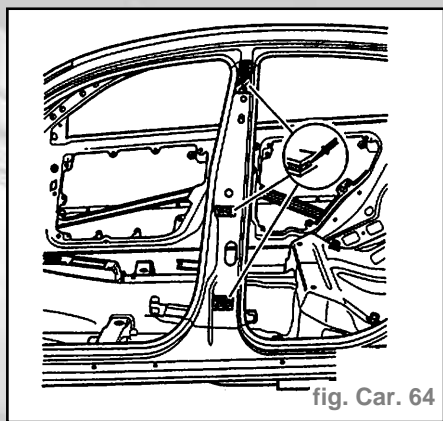

fig. Car. 64
- Appliquer de la colle avant de procéder au soudage (fig. Car. 64).